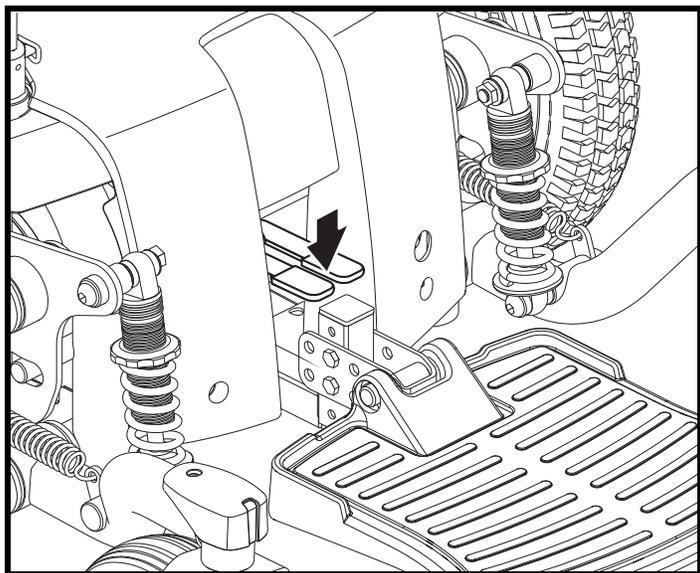

Figure 8. Mode de traction (embrayé)
2. Poussez les deux leviers vers le bas pour embrayer les moteurs (mode de traction). **Voir la figure 8.**